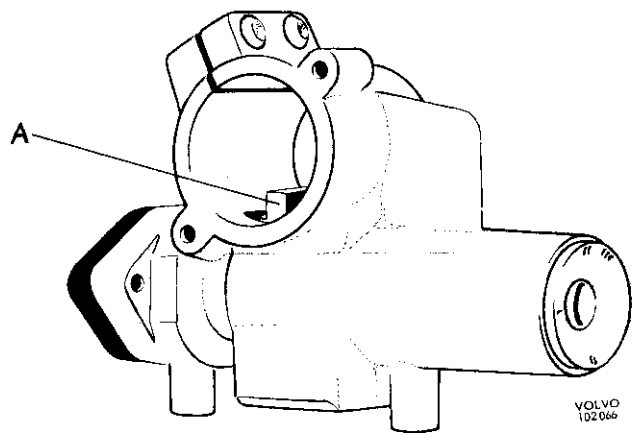

Fig. 6-34. Stuurslot
De wagen is diefstalvrij gemaakt door het aanbrengen van een stuurslot (Fig. 6-34), dat als een geheel is ingebouwd met het kontaktslot. Het kontaktslot heeft 4 standen, 0-I-II-III. Het verwijderen van de sleutel, wat alleen kan gebeuren als deze in stand 0 en I staat, maakt een nok vrij en de borgpen (A) wordt nu vooruit gedrukt door een veer. Als het stuurwiel zo wordt gedraaid dat een uitsparing in lijn met de borgpen ligt, komt de borgpen in die uitsparing en blokkeert de stuurkolom, zodat de wielen niet gedraaid kunnen worden. Als de kontaktsleutel wordt ingestoken en in stand „I” wordt gedraaid, wordt de borgpen teruggetrokken en dit maakt de stuurkolom vrij, die in de vorige stand geborgd was. In stand „I” kan de wagen gerangeerd worden met het contact af. In stand „II” is de ontsteking ingeschakeld en in stand „III” kan worden gestart. Het kontaktslot en het stuurslot kunnen alleen als één geheel worden vervangen.